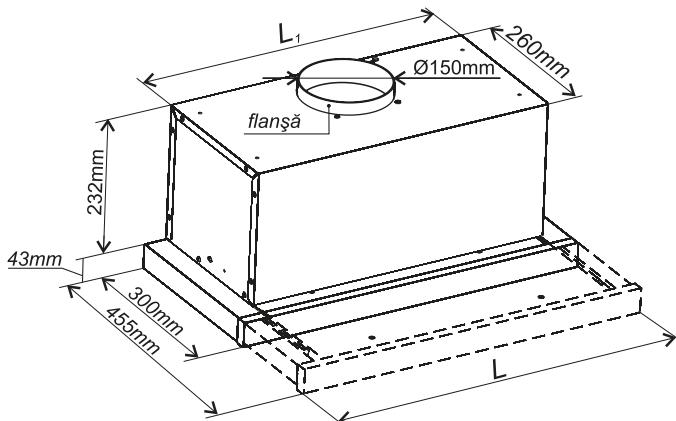

Fig. 1
- 6.1 Selectați distanță între suprafața de încălzire a plitei și hotă (750 mm min.). Adăugind 43 mm (v. fig. 1), veți determina nivelul de jos pentru suspendarea dulapului.